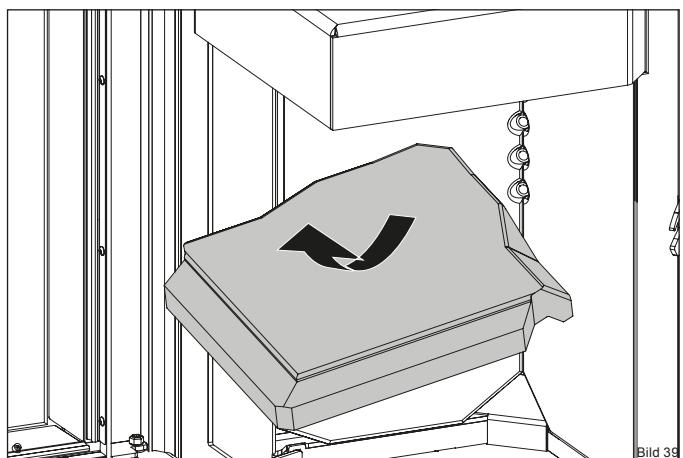

Bild 39
- Entnehmen Sie den oberen Thermostein vorsichtig aus dem Feuerraum (Bild 39).